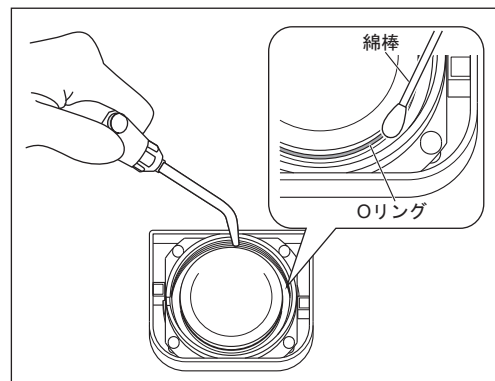

図44
- 2) ブラシや乾いた綿棒などで、チャンバー内面およびねじ部周辺やチャンバー用ふたのねじ部周辺を清掃してください。その後、付着しているパウダーをエアーなどで取り除きます(図44)。